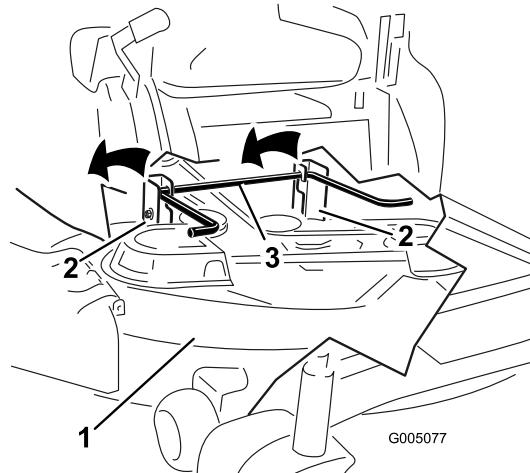

Figura 45
5. Eleve el cortacésped y desenganche la varilla de elevación trasera de los soportes, y baje el cortacésped con cuidado al suelo (Figura 45).
- Eleve la parte trasera de la plataforma del cortacésped y coloque los soportes sobre la varilla de elevación trasera (Figura 45).